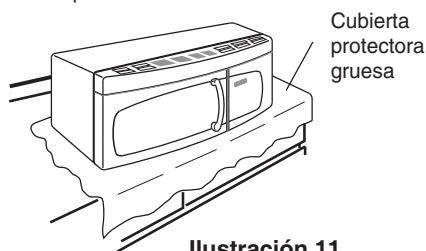

Ilustración 11
2. Cubrir mostrador o vitrocerámica con un protector grueso para prevenir los posibles daños por suciedad. Consultar Ilustración 11.